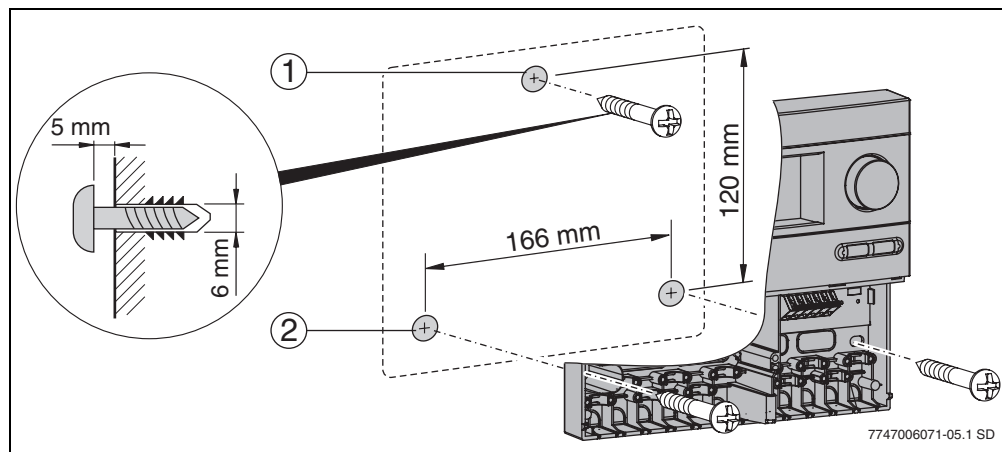

Bild 4 Wandmontage des Reglers
- Oberes Befestigungsloch (→ Bild 4, Pos. 1) bohren und beiliegende Schraube bis auf 5 mm ein-drehen.
- Untere Befestigungslöcher (→ Bild 4, Pos. 2) anzeichnen, Löcher bohren und Dübel einsetzen.